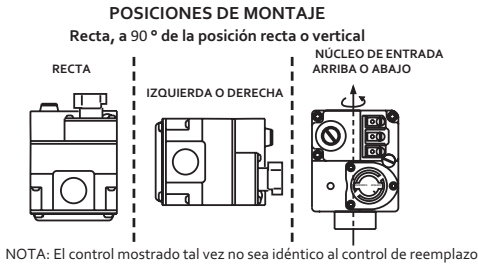

Figura 1. Posiciones de montaje de la válvula de gas
3. El control se puede instalar en cualquier orientación, **excepto boca abajo** (vea la figura 1). La flecha en la válvula indica la dirección del flujo de gas a través del control.